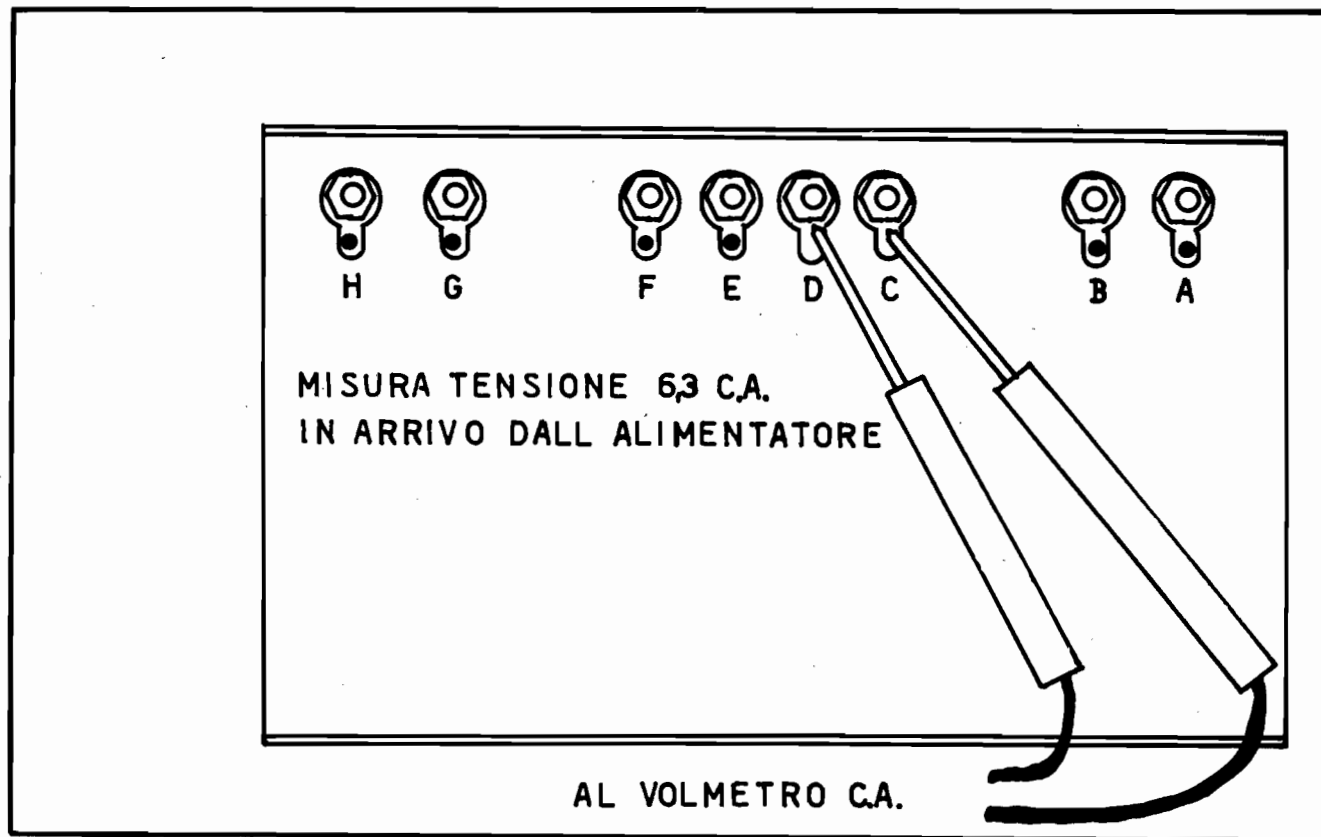

Fig. 4
- misurare la tensione alternata (6,3 volt), che dalle boccole C e D dell'alimentatore viene portata sui filamenti delle valvole (fig.4).